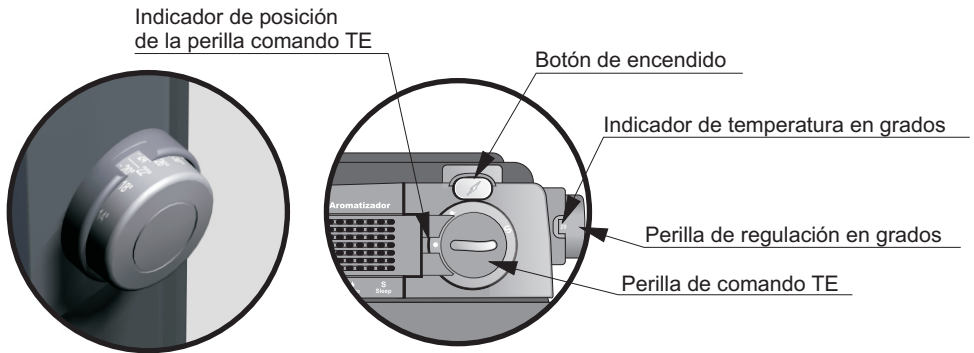

Fig. 28
Con la Perilla de Comando TE (fig. 28), ubicada en la parte superior derecha del calefactor, se realizan las operaciones básicas para el manejo del calefactor, por ejemplo, para el **Apagado Total**, para el **Encendido del Piloto** y para elegir el tipo de funcionamiento que se desea, **TE (Termostato posición Normal)** o **S (Sleep)**.
Con la Perilla de Regulación en Grados (fig. 28), ubicada en el lateral derecho del calefactor, se elige la temperatura deseada para el ambiente.
- Presione a fondo la Perilla de Comando TE (fig.28) en la posición ● (Cerrado) y gírela hasta que el símbolo ★ (Piloto) quede alineado con el indicador de posición (fig. 28).
- Presione a fondo la Perilla de Comando TE y, manteniéndola oprimida, pulse el Botón del Encendido (fig. 28).
- Observe por el Visor Superior (fig. 28) del gabinete para verificar si el piloto ha encendido. Si no lo ha hecho, repita esta operación hasta lograrlo.
- Presione a fondo la Perilla de Comando TE (fig.28) en la posición **● (Cerrado)** y gírela hasta que el símbolo **★ (Piloto)** quede alineado con el indicador de posición (fig. 28).
Para colocar la Perilla de Regulación en Grados (fig. 28) en la temperatura elegida, es conveniente, primero girarla hasta la posición de temperatura máxima (32 °C) y, a continuación, retroceder hasta la posición de la temperatura deseada.